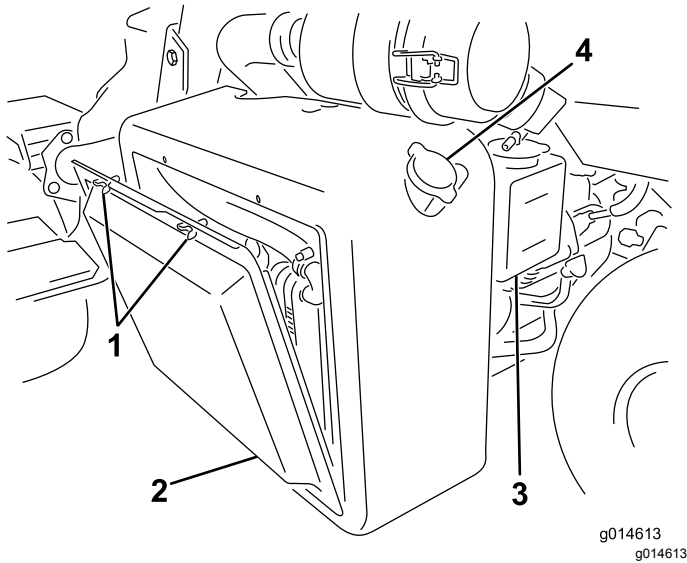

Figure 56
1. Retirez l'écran du radiateur (Figure 56).